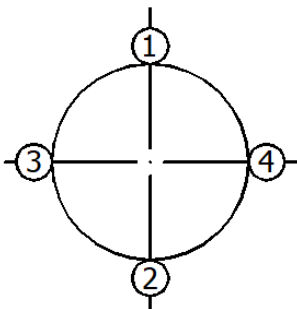

Рисунок 7
4.3.11 Затяжку болтов (шпилек), крепящих ППР к фланцам на трубопроводе, производить поочерёдно по диаметрально противоположным парам (см. рисунок 7), при этом необходимо избегать применения чрезмерно больших усилий. Рекомендуемый момент силы при закручивании гаек в зависимости от исполнения ППР приведен в таблице 2.